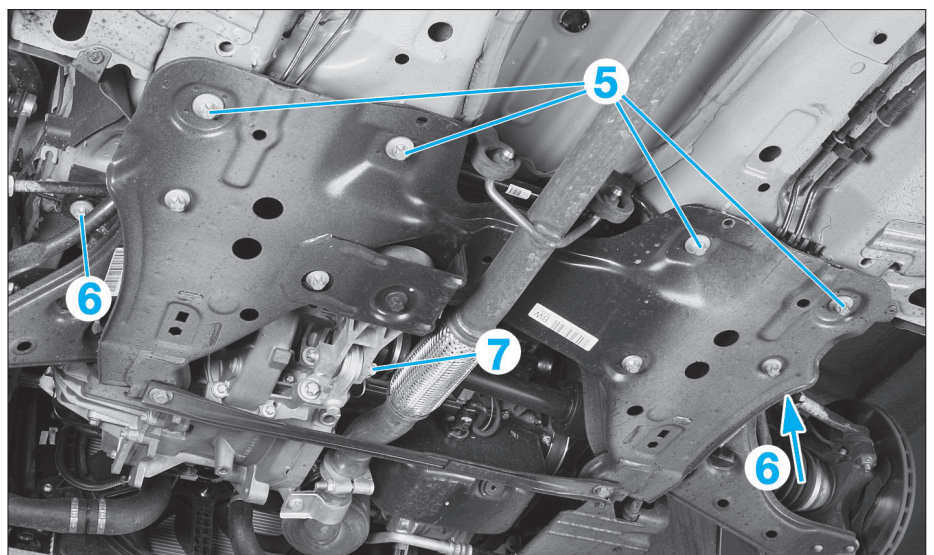

Fig. 55
- les vis (5) et (6) de fixation du berceau (Fig.55),
- la vis (7) du tirant antibasculement,